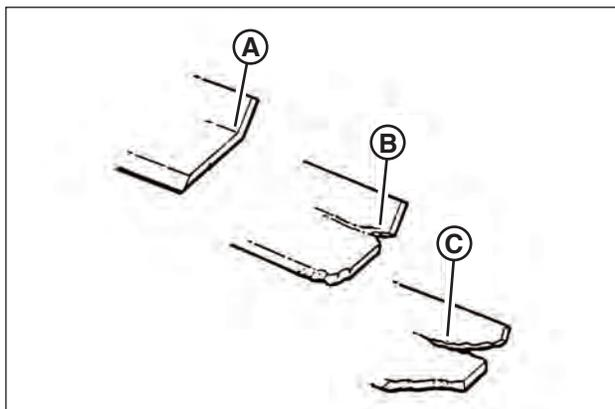

Figure 18: Limites d'usure de lame standard
1. Inspectez régulièrement la lame (**Figure 18**) pour déceler d'éventuels signes d'usure excessive ou des dommages :
- (A) Lame neuve
- (B) Limite d'usure (l'encoche commence)
- (C) Conditions dangereuses! Ne pas utiliser sur la tondeuse! Remplacez par une lame neuve.